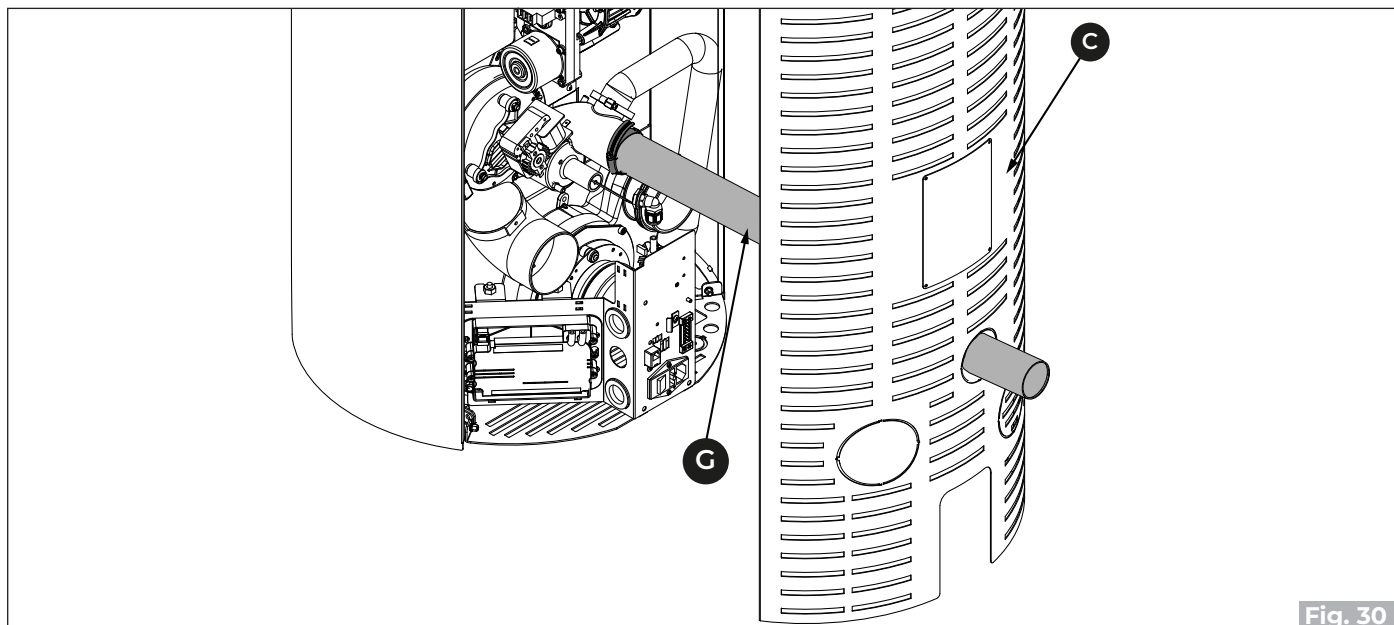

Fig. 30
- Raccorder le tube d'évacuation de la fumée **(G)** («Fig. 30»)